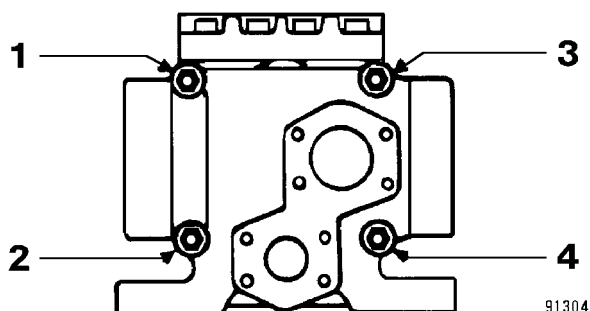

FIGURA 8-4. SECUENCIA DE APRIETE
5. Utilice una llave de torque para apretar las tuercas mediante el patrón que se indica en la Figura 8-4. Apriete las tuercas de los pernos de unión en la siguiente secuencia: